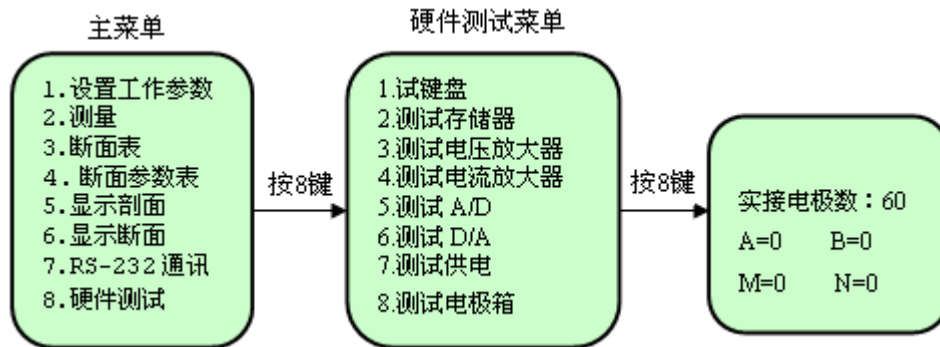

图2-22
② 打开WDJD-3和WDZJ-3电源。
③ 在主菜单下，按 $\boxed{8}$ 键，屏幕显示硬件测试菜单(如图2-22)。